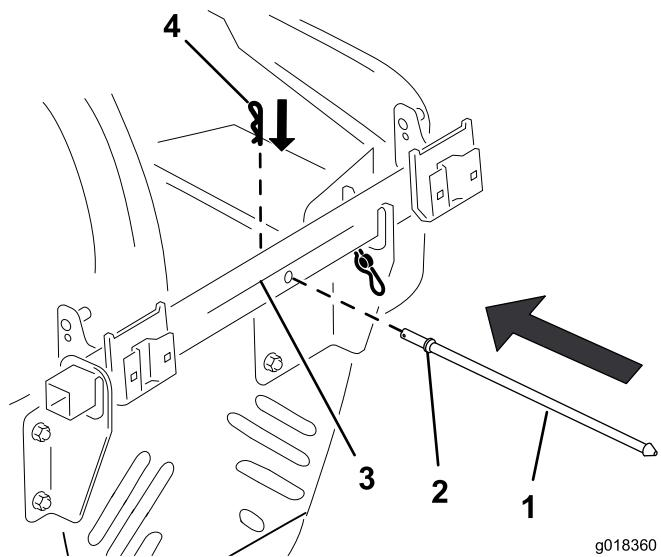

図12
- フードロッドの位置決めを行うストップフランジがホッパーのサポートフレームを向くようにする図12。
- ホッパーサポートフレームの穴にロッドを通し、ストップフランジがフレームの裏側に当たるようにする図12。
- フードロッドの穴にヘアピンを通して、サポートフレームにフードロッドを固定する図12。